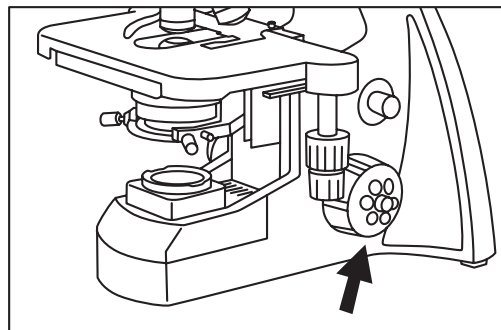

Figura 7.
e) Utilice las perillas de enfoque grueso y fino del microscopio para obtener una imagen nítida bajo la excitación de fluorescencia (Figura 7).